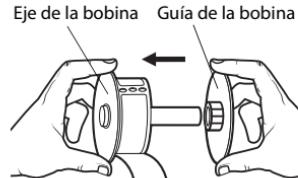

Figure 7
- 4 Sostenga el eje de la bobina en su mano izquierda y coloque el rollo de etiquetas en el eje de la bobina de manera que las etiquetas salgan por debajo y la orilla izquierda del rollo de etiquetas esté tocando el costado de la bobina. Véase Figure 7.